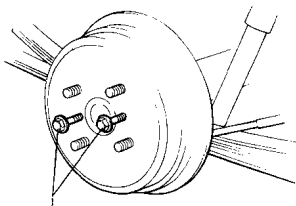

图 13-3
(4) 卸下传动轴凸缘和后桥凸缘之间的4个连接螺栓和螺母,使传动轴和后桥分离。
(5) 拆下车轮螺母和车轮。
(6) 使用两个适当长度的螺栓,拧入制动鼓上的螺纹孔内,将制动鼓从半轴上顶出来(图13-3)。